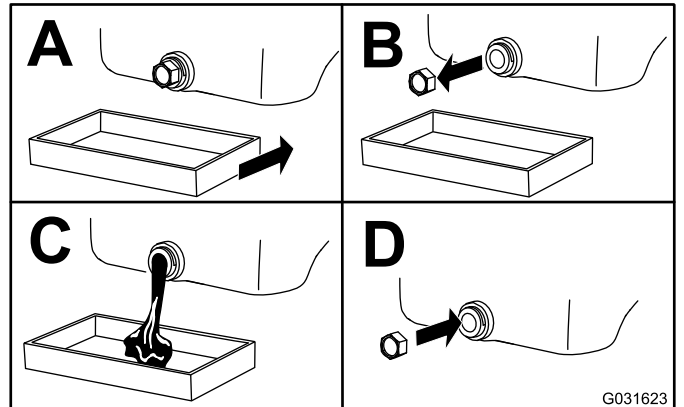

Bild 99
5. Wechseln Sie das Motoröl, wie in Bild 99 abgebildet.